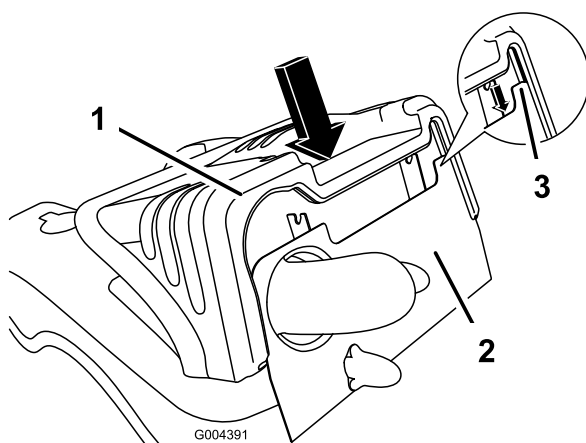

Figura 27
1. Per montare il cofano allineate l'intaglio del cofano con il telaio, e abbassate con cautela il cofano sul telaio (Figura 27). Prima di premere il cofano del motore, verificate che il telaio sia inserito correttamente nell'intaglio presente sul cofano. Premete con cautela per inserire il perno di fissaggio.